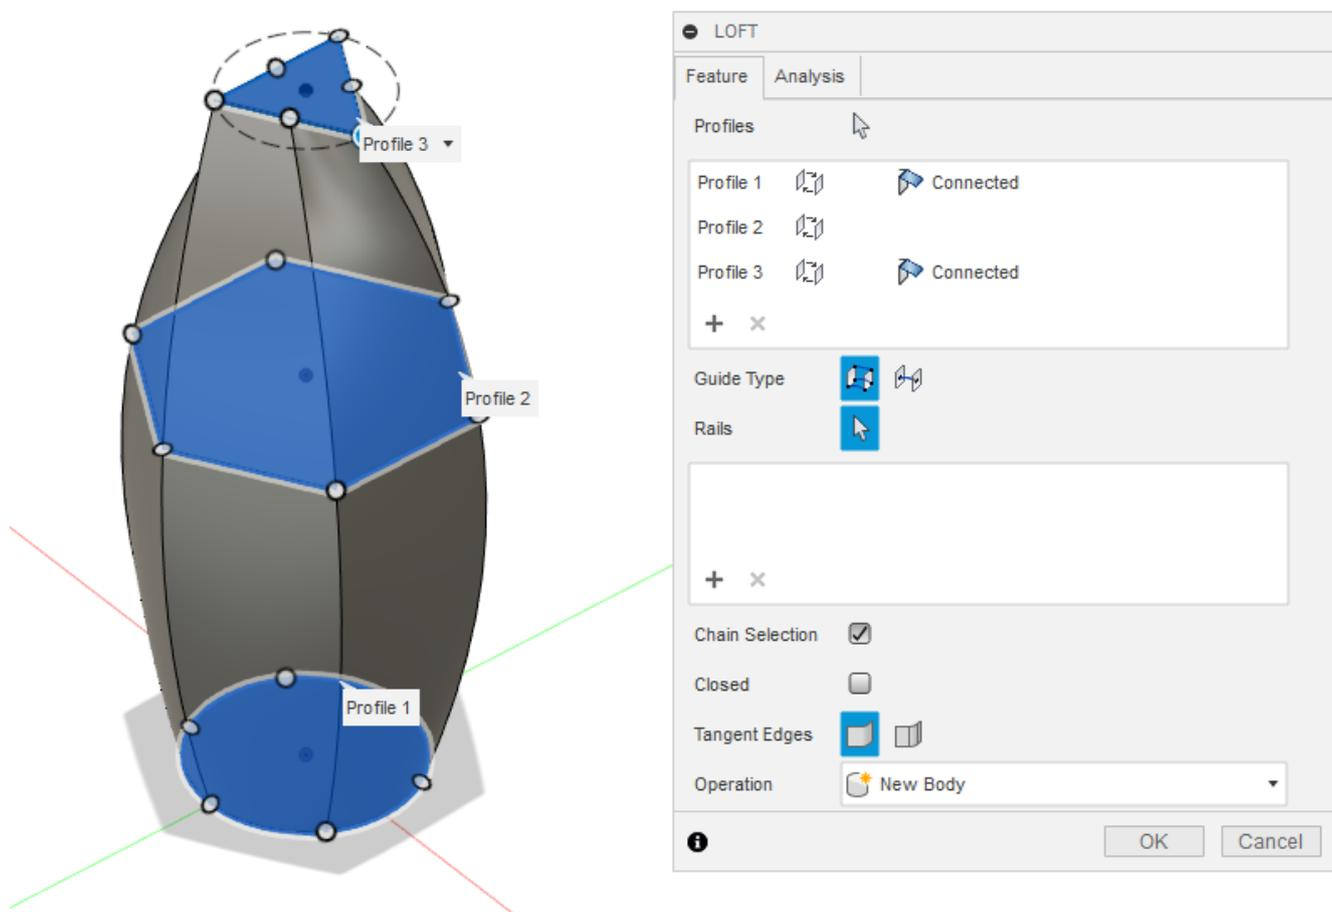

Рис. 6.2. Приклад виконаного завдання
5. За допомогою інструмента  «Loft» послідовно оберіть побудовані перетини та створіть твердотілу деталь (рис. 6.2).